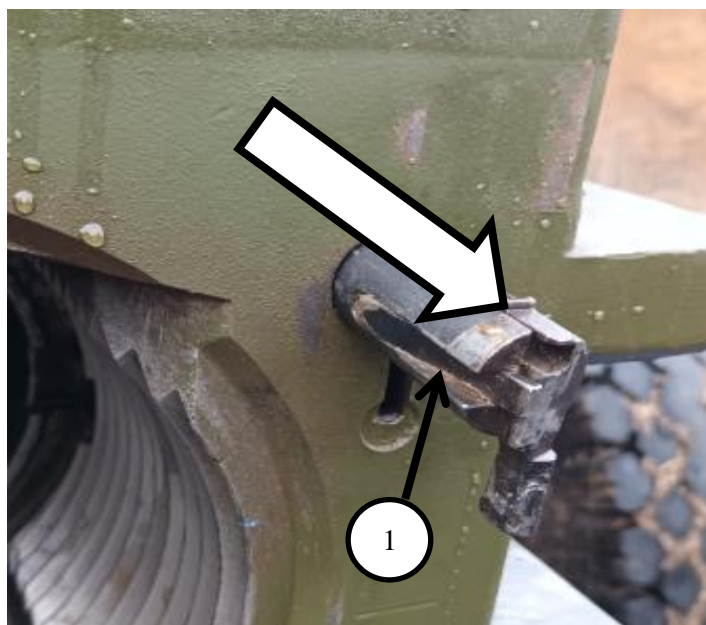

Рисунок 15
1. Нажимая вниз на пластинчатую пружину, вынуть инерционный предохранитель 1 (Рис. 15) и пружину предохранителя. из гнезда в казённом.